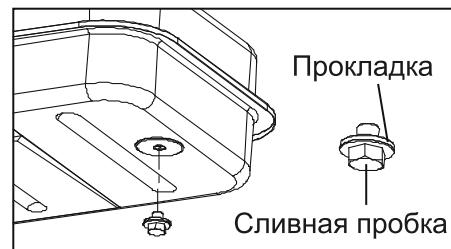

Рис. 7
1. Отвернуть сливную пробку в задней нижней части топливного бака головкой  $\frac{3}{4}$  дюйма или ключом, слить топливо из топливного бака (Рис. 7).